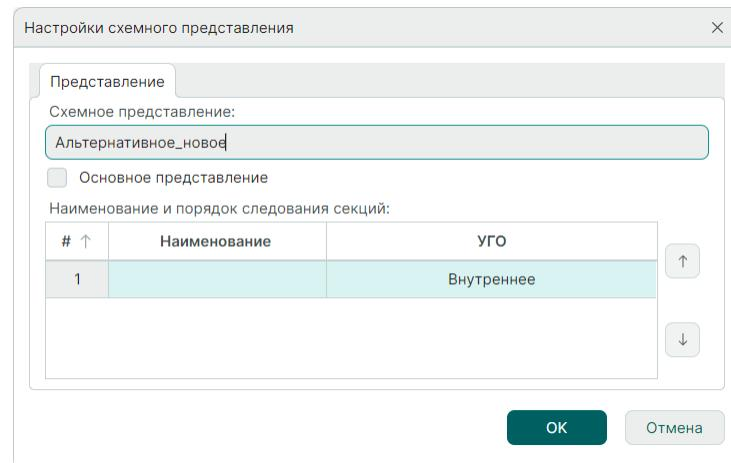

Рис. 236 Ввод нового имени схемного представления
2. Определите новое имя представления в поле «Настройки схемного представления» → «Схемное представление», см. Рис. 236.